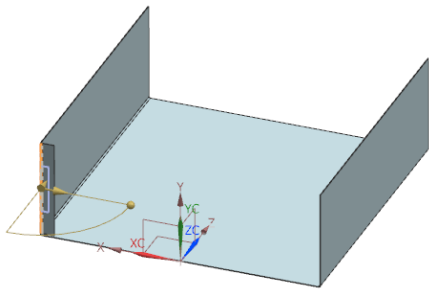

图 6-63 选择弯边
(2) 选择弯边，同时在视图区预览显示所创建的弯边，如图 6-63 所示。